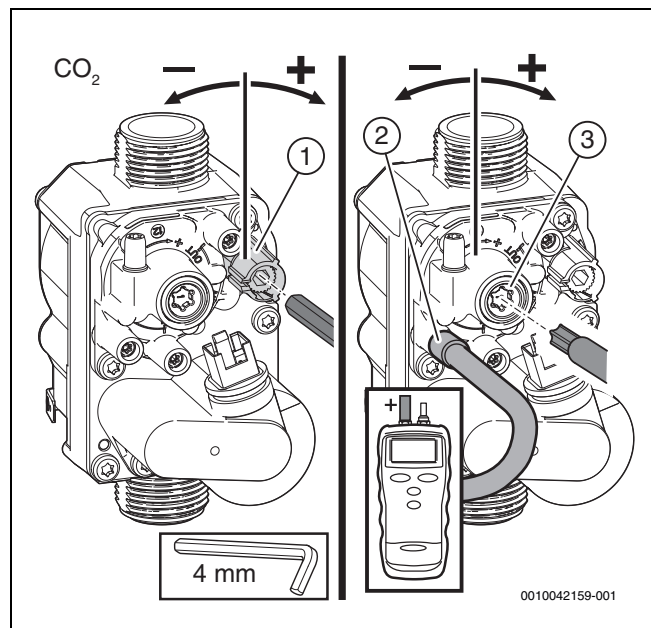

Bild 50 Einstellen der Gasarmatur
- ▶ Plombe an der Einstellschraube der Gasarmatur entfernen (nur Gasarmatur unten in Bild 50) und CO₂- oder O₂-Gehalt für minimale Nennwärmeleistung einstellen.